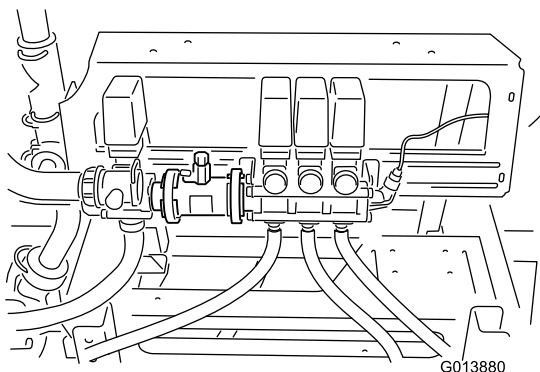

Figura 7
- F. Mova cuidadosamente o conjunto da válvula da rampa para a posição alinhada com o corpo do fluxímetro (Figura 7).